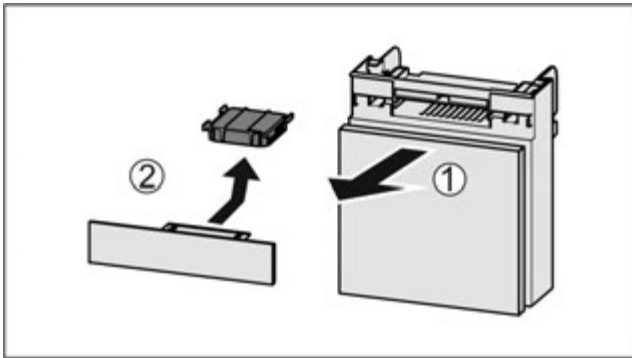

Fig. 98
- ▶ Потягнути Fig. 98 (1) відділення вперед.
- ▶ Витягнути Fig. 98 (2) фільтр з активованого вугілля.